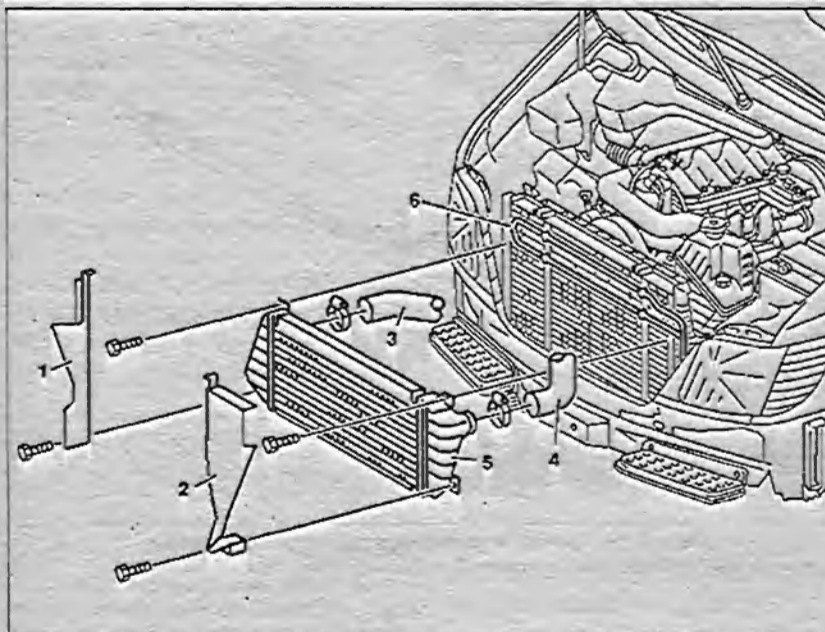

Рис. 3.51. Снятие и установка радиатора промежуточного охлаждения (интеркулера):
4. Снимите панели 1 и 2 радиатора с обеих сторон (рис. 3.51).